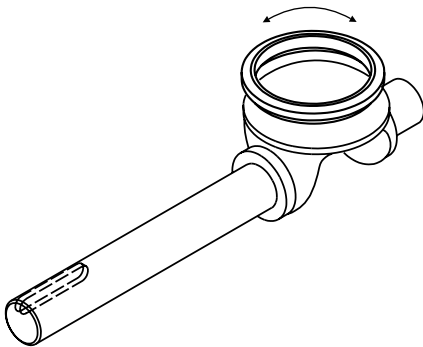

Fig. 6-5 Limpieza, pulido y lubricación
3. Pula el segmento de bola en el nuevo asiento. Use la pasta de pulido y frote el asiento y el segmento de bola uno contra otra hasta que las superficies de la zona de sellado estén uniformemente mates (→ Fig. 6-5).
Pula el segmento de bola en el nuevo asiento. Use la pasta de pulido y frote el asiento y el segmento de bola uno contra otra hasta que las superficies de la zona de sellado estén uniformemente mates (→ Fig. 6-5).